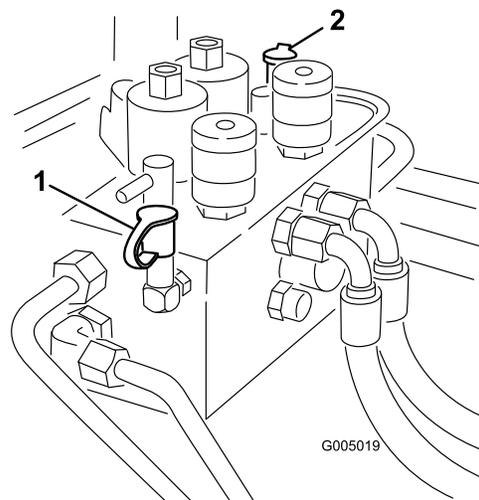

図 78
2. テストポートB (図 78) は、前カッティングユニットの油圧回路の故障探究用です。
3. テストポートC (図 78) は、後カッティングユニットの油圧回路の故障探究用です。